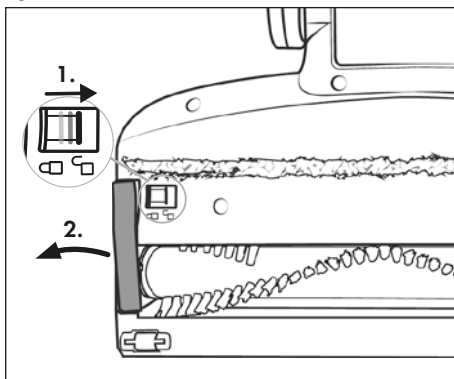

Fig. 24
- 2) Para desencastar el rodillo de cepillos **21**, desplace el desencaste del rodillo de cepillos **19** con el dedo hacia la derecha y, a continuación, retire el soporte del rodillo de cepillos **20** del cepillo para suelos **22** (consulte la fig. 24).